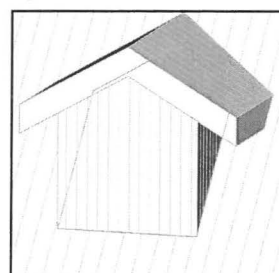

Fig. 09.164.
- Trim linierne, så de er lukket (Fig. 09.164).